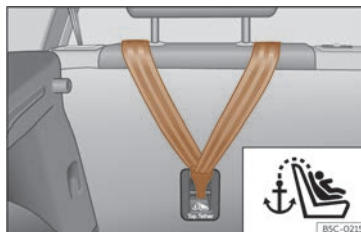

Fig. 38 Parte posterior dos asentos traseiros: ancoraxe de suxeición para o cinto Top Tether.
- Deslice a correa e fíxea correctamente coa áncora da parte traseira do respaldo >>> **fig. 38**.